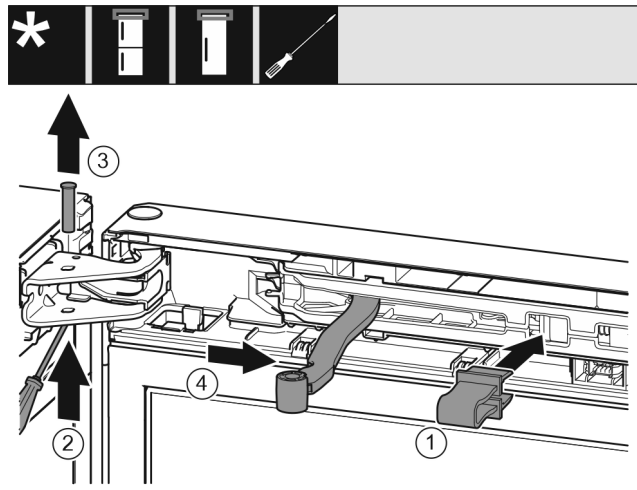

Fig. 11
- Pattintsa be a biztosítékot Fig. 11 (1) a nyílásba.
- Tolja ki a csapszeget Fig. 11 (2).
- Vegye ki felfelé a csapszeget Fig. 11 (3).
- Forgassa az ajtó irányába a csuklót Fig. 11 (4).